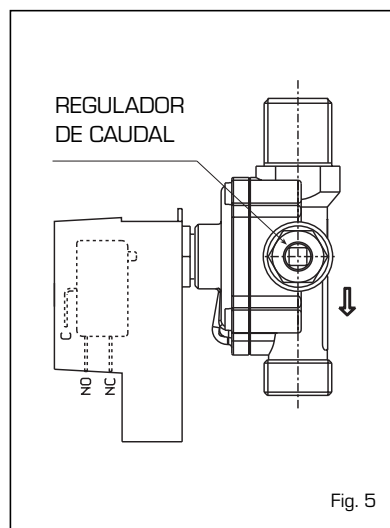

Fig. 5
2.2.2 Producción de agua sanitaria "DUETTO 25-35" (fig. 5)
Para regular el caudal de agua sanitaria accione en el regulador de caudal del presóstato de agua (fig.5):